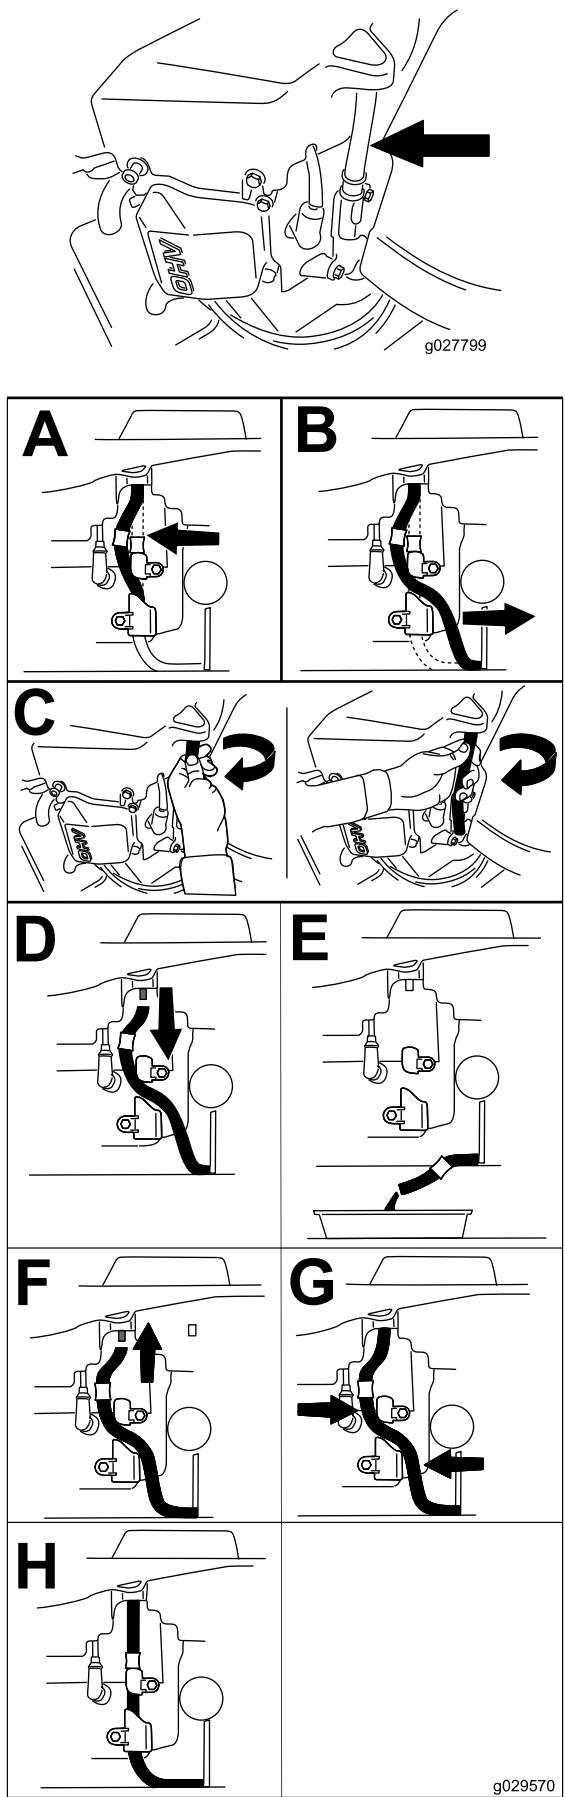

Figura 46
- Spurgate l'olio motore (Figura 46).